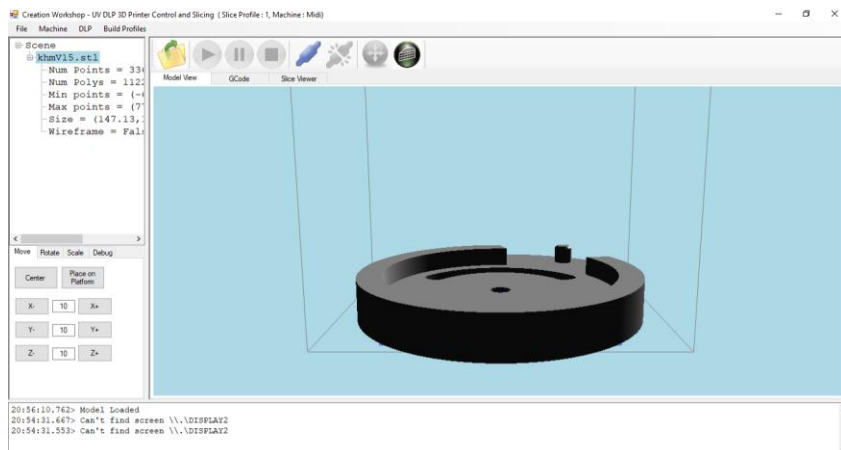

Рис. 6.1. 3D модель в окне программы
1. Добавление геометрии детали в рабочую область программы-принтера (рис. 6.1).